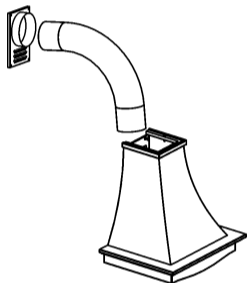
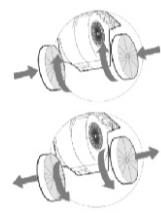

рис. 8
рис. 9
6.6 В зависимости от режима эксплуатации вытяжки соедините вентилятор с вентиляционной решеткой воздуховодом (рис. 8) или установите на вентилятор угольные фильтры. Угольные фильтры устанавливаются на защитные короба вентилятора (рис. 9).